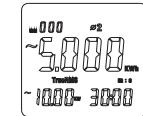

图13-1
- 4) 按SELECT键选择相位 ϕ_1 , ϕ_2 , ϕ_3 之一，如图13-1，显示器上显示相应相位的被测负载的当前功率，当前统计时间以及当前累计电能。